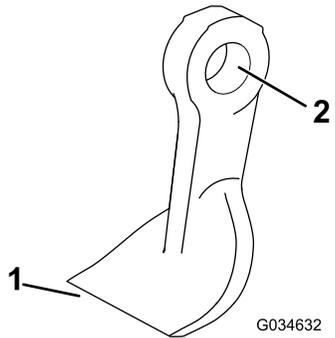

Figure 21
- Contrôlez l'état de chaque lame, en particulier les fixations, le tranchant et le trou de fixation (Figure 21). Remplacez toutes les lames et fixations endommagées